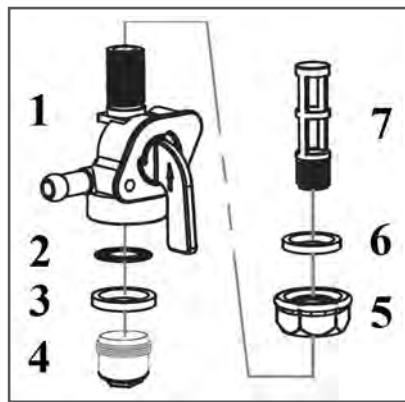

Рис. 17 Устройство топливного крана
- Открутите контргайку 5 на 1-2 оборота (Рис. 17).
- Извлеките из корпуса топливного крана 1 уплотнительное кольцо 3 и сетчатый фильтр 2 (Рис. 17).
6. Выкрутите из корпуса топливного крана сетчатый фильтр 7 (Рис. 17).